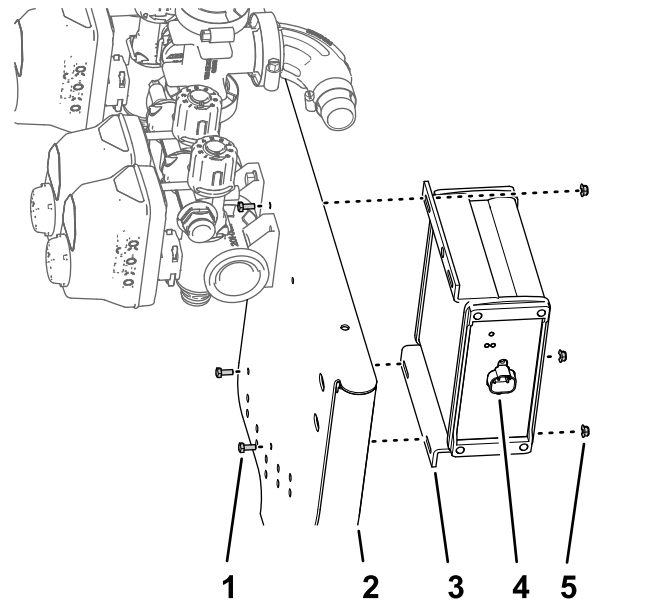

Bild 96
1. Fluchten Sie das ASC 10-Sprühsteuergerät mit der Vorderseite der Ventilbefestigung aus; der 4-Stift-Stecker sollte außen sein (Bild 96).
2. Befestigen Sie das Sprühsteuergerät mit den vier Schrauben (3 mm x 10 mm) und vier Sicherungsbundmuttern (3 mm) an der Ventilbefestigung (Bild 96).